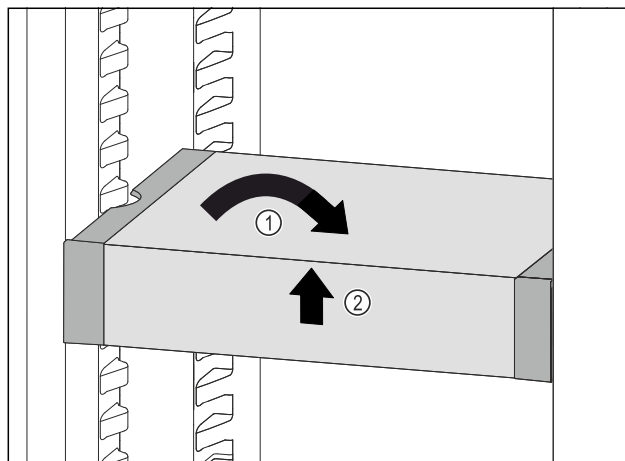

Fig. 90
- ▶ Poziționați drept VarioSafe. Fig. 90 (1)
- ▶ Ridicați în față VarioSafe. Fig. 90 (2)